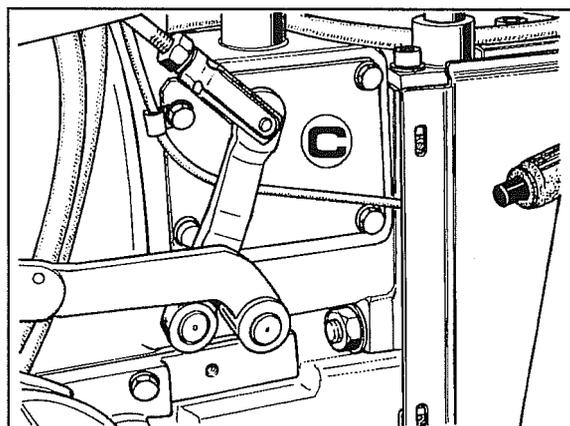

Fig. 2
- 2 Enlever le couvercle C sur la cloche d'embrayage et celui qui se trouve du côté opposé comme illustré sur la fig. 2.